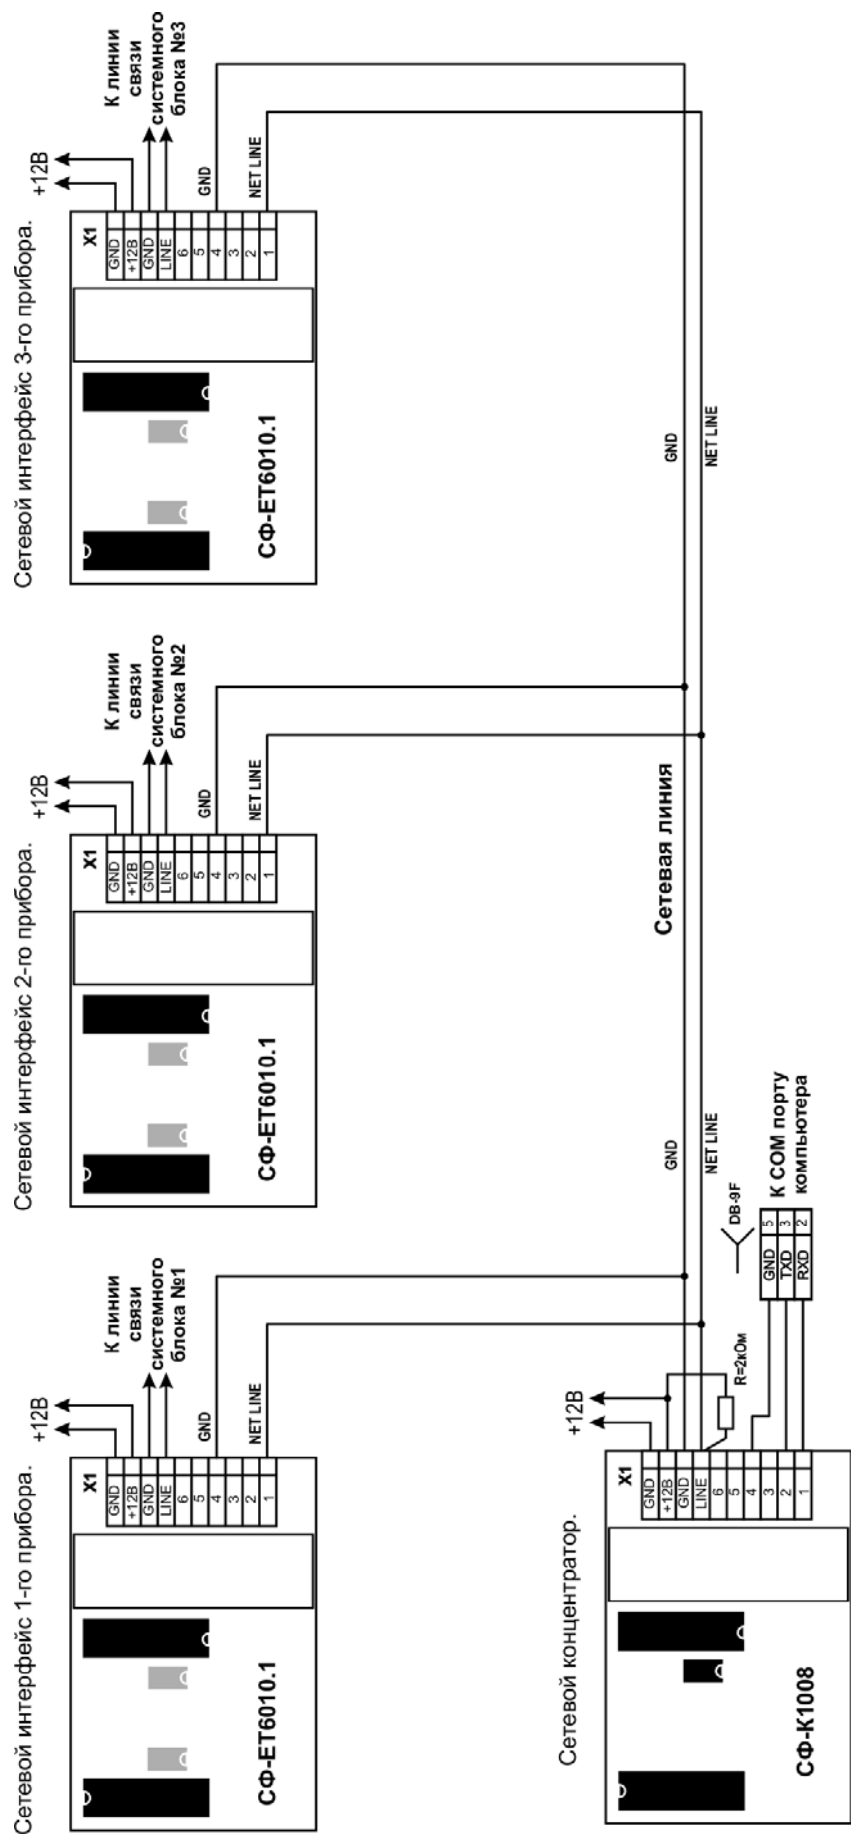

Рисунок 45.
Сетевой концентратор СФ-K1008 предназначен для объединения приборов «Сфера 2001» в единую сеть. СФ-K1008 обеспечивает взаимодействие приборов в сети на уровне команд, что позволяет включать исполнительные реле и индикаторы одного прибора «Сфера 2001» по сигналам от другого прибора «Сфера 2001». СФ-K1008 осуществляет передачу информации между системными блоками приборов «Сфера 2001» и компьютером, на котором установлено программное обеспечение СФ-ПО-80хх для графического мониторинга системы сигнализации на поэтажных планах объекта. Для подключения каждого системного блока прибора «Сфера 2001» к сетевому концентратору СФ-K1008 используется сетевой интерфейс СФ-ЕТ6010.1. (см. рисунок 45).
- ◆ Сетевые интерфейсы подключаются к сетевой линии параллельно (см. рисунок 45).